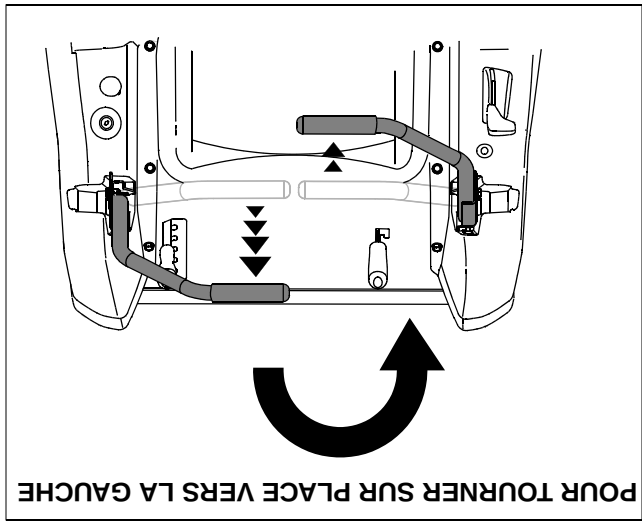

Figure 18
- Pour tourner à gauche, poussez lentement le levier droit en tirant simultanément le levier gauche vers l'arrière. Voir la Figure 18.